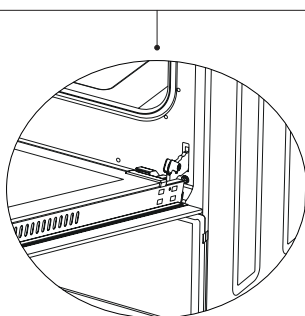

Figura 20.2
2. Abra la bisagra al máximo como se muestra en la figura 20.2. Coloque ambas bisagras que conectan el horno a la puerta en la misma posición.